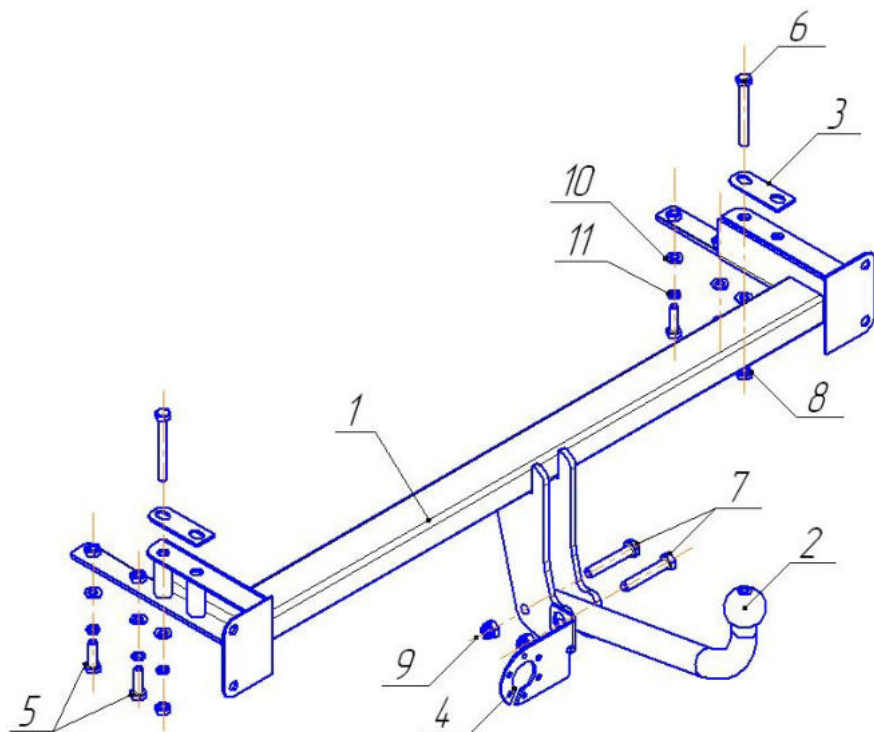

Рис.1 Установка на автомобиль
- Вставить ТСУ поз.1 (Рис.1) во внутренние полости лонжеронов автомобиля и закрепить их с помощью накладок поз.3 и крепежных элементов поз.5,6,8,10,11 (крепеж не затягивать!);